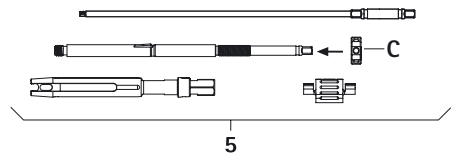

Fig. 9
- Introduzir a porca tensora **C** no tubo interno, ver Fig. 9.